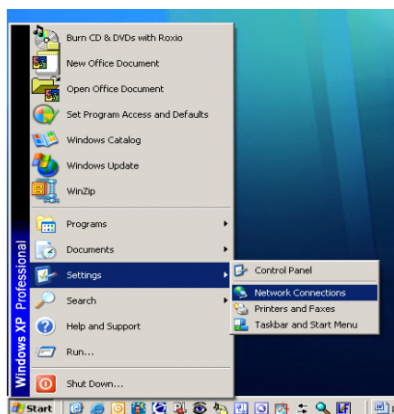

Figure D-4 : Accès à l'écran Connexions réseau
5. Sous Windows, cliquez sur **Démarrer > Paramètres > Connexions réseau** (Figure D-4).